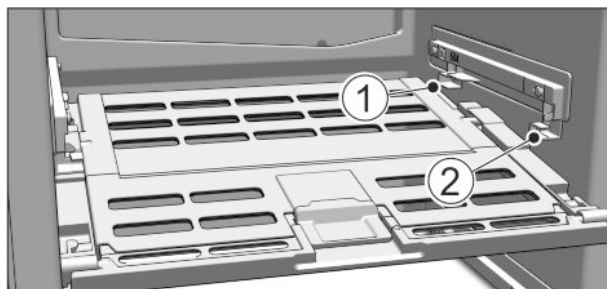

Fig. 43
- ▶ Umetanje poklopca ladice za voće i povrće: Uvedite zupce poklopca odozdo u stražnji držač Fig. 43 (1), a sprijeda umetnite u držač Fig. 43 (2) da uskoči.